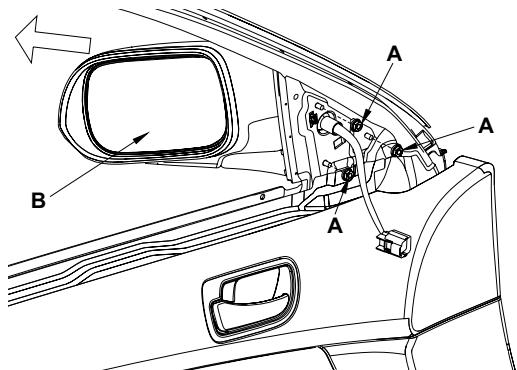

图 4
(3) 如图 4，拆卸外后视镜的三个安装螺母 A，然后拆除外后视镜 B，以及外后视镜下面的垫子。